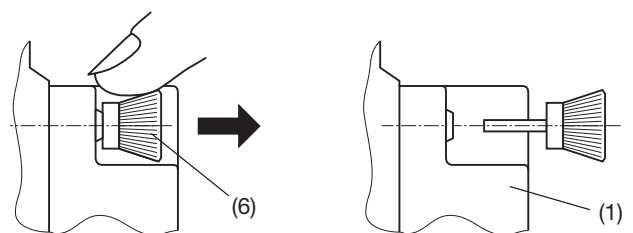

Fig. 4
Pour le démontage, retirer les rivets spéciaux en les tenant par leur tête moletée (6) (Fig. 4). Le module complémentaire (1) peut maintenant être débouché.